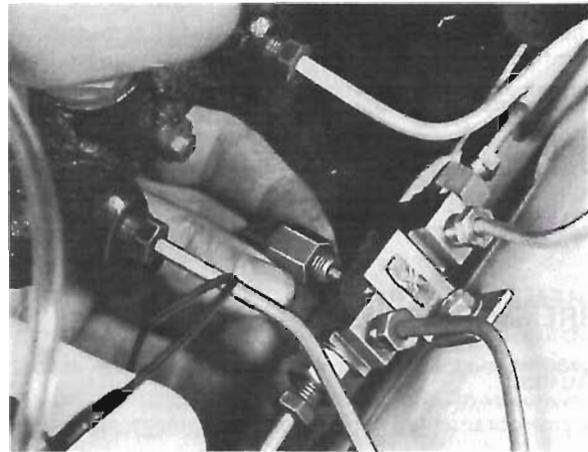

Abb. 61 Ausbau des Warnschalters
1. El. Leitung abklemmen und den Warnschalter (Abb. 61) herausrauben, wobei die Schaltkolben Normallage einnehmen.
2. Umgebung des Flüssigkeitsbehälterdeckels und des Schalters am Warnventil säubern. Warnschalter ausbauen, vgl. Abb. 61 (betr. Zweikreis-Bremsanlage). Bremsflüssigkeit ggf. bis zur MAX-Marke am Behälter auffüllen.